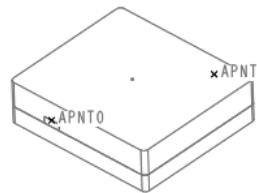

图 31.58 基准点
Step3. 创建参考点 APNT1 (图 31.58)。单击 **模型** 功能选项卡 **基准** 区域中的“创建基准点”按钮 ，系统弹出“基准点”对话框；在模型中选择图 31.58 所示的模型边线 2，然后在“基准点”对话框 **偏移** 后的文本框中输入值 0.5；在类型下拉列表中选择 **比率** 选项，单击 **确定** 按钮。